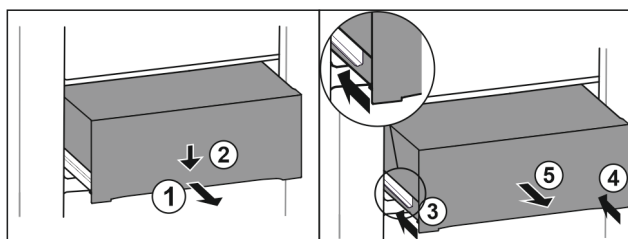

Fig. 149
- Estrarre il cassetto a metà. Fig. 149 (1)
- Premere il cassetto sul lato anteriore verso il basso. Fig. 149 (2)
- Spingere la guida sinistra di circa 2 cm verso l'interno. Fig. 149 (3)
- Spingere la guida destra di circa 2 cm verso l'interno. Fig. 149 (4)
- Rimuovere il cassetto tirandolo in avanti. Fig. 149 (5)